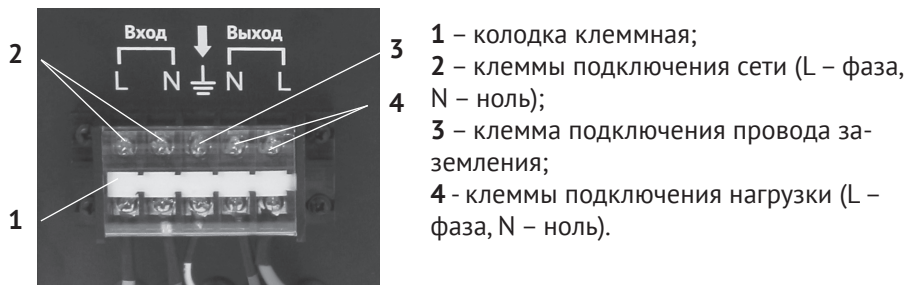

рис.4
- заземлить корпус стабилизатора при помощи клеммного зажима (рис.4 поз.3);
- подключить стабилизатор к входному напряжению (при отключённом ввoдном автомате) при помощи клемм «ВХОД» (рис.4 поз.2);
- выключить автоматический выключатель «СЕТЬ» и подключить нагрузку к клеммам «ВЫХОД» (рис.4 поз.4);